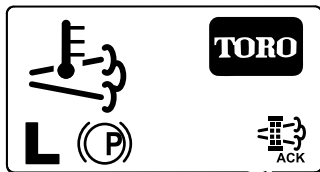

Bild 60
8. Im InfoCenter wird der Homebildschirm angezeigt; das Symbol für die Bestätigung der Regenerierung (Bild 60) wird unten rechts auf dem Bildschirm angezeigt, wenn die Regenerierung ausgeführt wird.